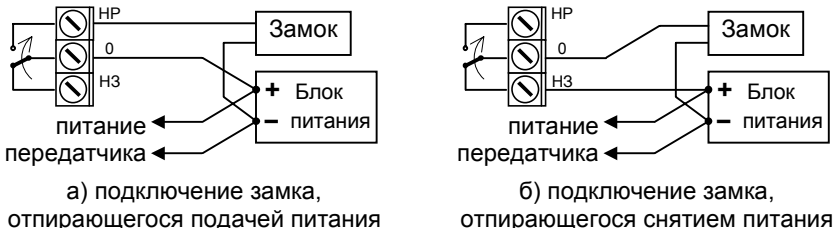

Рисунок 4. Подключение электрического замка
**ВНИМАНИЕ!** Рекомендуется питать замок от отдельного источника. Если замок и передатчик работают от общего источника питания, то для снижения помех рекомендуется выполнять цепи замка и цепи питания передатчика отдельными линиями, соединяющимися непосредственно на выводах источника питания (см. рис. 4).